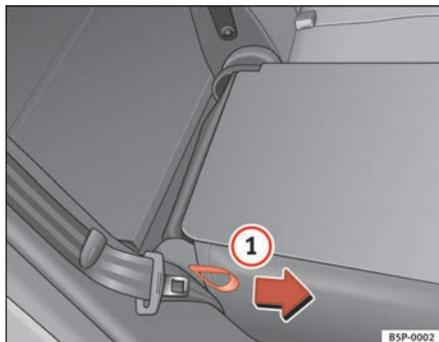

Fig. 98 Rebater ou levantar o encosto dos bancos traseiros
- Puxar a pega que se encontra na parte lateral do banco ⇒ fig. 98 ①.